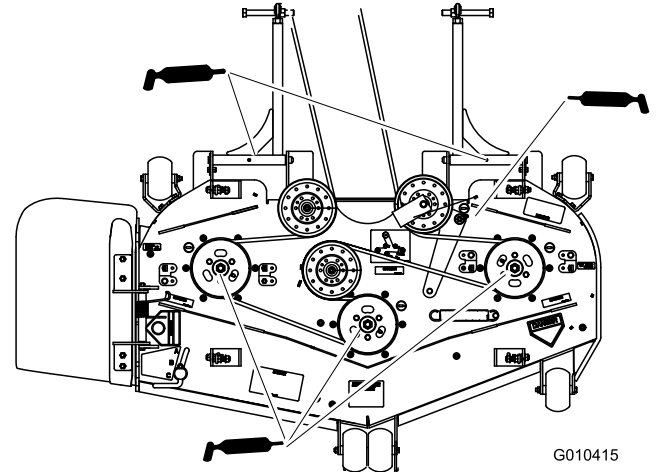

Figura 34
4. Engrase los puntos de engrase de los cojinetes de los 3 ejes (Figura 34).
5. Engrase el brazo tensor de la carcasa del cortacésped (Figura 34).
6. Lubrique los puntos de engrase de los brazos de empuje (Figura 34).